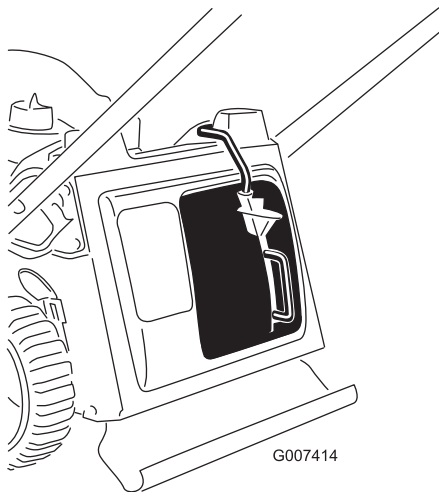

Bild 12
3. Lassen Sie die Taste am Hebel los und stellen Sie sicher, dass die Oberseite des Hebels ganz im Schalterkanal liegt (Bild 12). Wenn die Hebeloberseite nicht im Schalterkanal liegt, springt die Maschine nicht an.